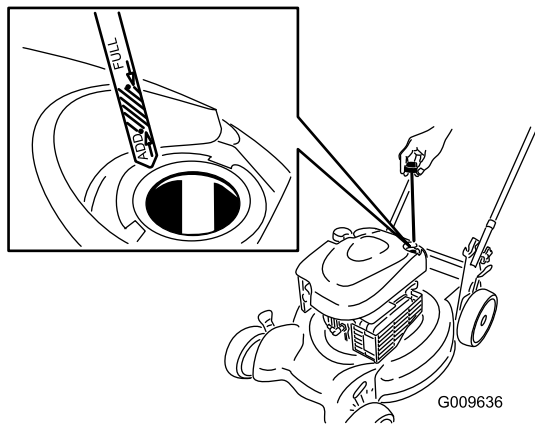

Figure 21
2. Retirez la jauge (Figure 21).
- Versez de l'huile **lentement** dans le goulot de remplissage pour faire monter le niveau de liquide jusqu'au repère du **plein** (Full) sur la jauge (Figure 21). **Ne remplissez pas excessivement.** (Remplissage max. : 0,59 l (20 oz), type : huile détergente SAE 30 de classe de service API SF, SG, SH, SJ, SL ou supérieure.)